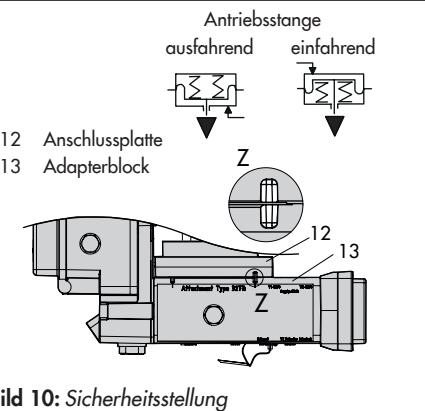

Bild 10: Sicherheitsstellung
- Schrauben (13.1) durch die mittigen Bohrlöcher des Adapterblocks (13) führen.
- Anschlussplatte (12) zusammen mit Dichtung (12.1) entsprechend der Sicherheitsstellung „Antriebsstange ausfahrend“ oder „Antriebsstange einfahrend“ auf die Schrauben (13.1) stecken. Es ist die Sicherheitsstellung aktiv, bei der die Nut von Adapterblock (13) mit der der Anschlussplatte (12) übereinstimmt (Bild 10).
- Adapterblock (13) mit Anschlussplatte (12) mit Schrauben (13.1) am Antrieb montieren.